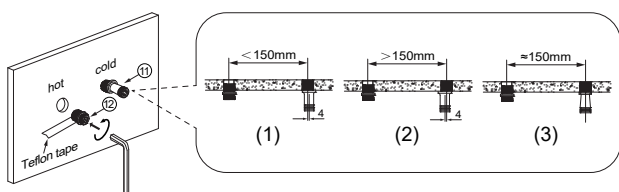

Figure 1
- Installez et ajustez le connecteur courbe (Figure 1). Enroulez le ruban de téflon dans le sens inverse des aiguilles d'une montre sur le filetage de l'extrémité G1/2 du connecteur courbe. Raccordez le connecteur courbe au tuyau d'eau froide. Tournez et ajustez le raccord courbe pour vous assurer que la distance entre le centre du tuyau d'eau chaude et le centre du raccord courbe est de 150 mm.